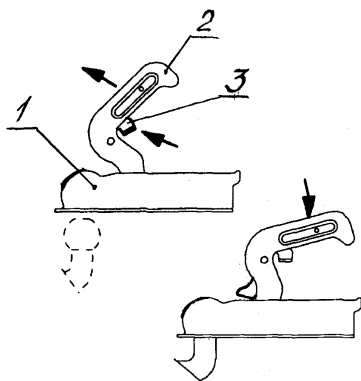

Рис. 13
- подтяните прицеп так, чтобы центр сферической полости корпуса 1 сцепной головки (рисунок 13) совместился с центром шара тягово-сцепного устройства (ТСУ) автомобиля;
сферической полости корпуса 1 сцепной головки (рисунок 13) совместился с центром шара тягово-сцепного устройства (ТСУ) автомобиля; нажмите на рычаг фиксатора 3 и подайте рычаг 2 вперед и вверх (положение открыто);